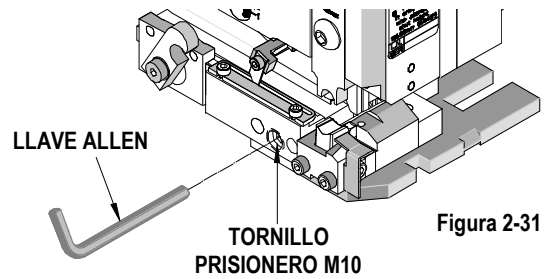

Figura 2-31
2. Para colocar el riel guía de terminales adentro o afuera, primero utilice una llave hexagonal de 5 mm para aflojar el perno de sujeción M10 ubicado al frente del riel guía. Véase la Figura 2-31.